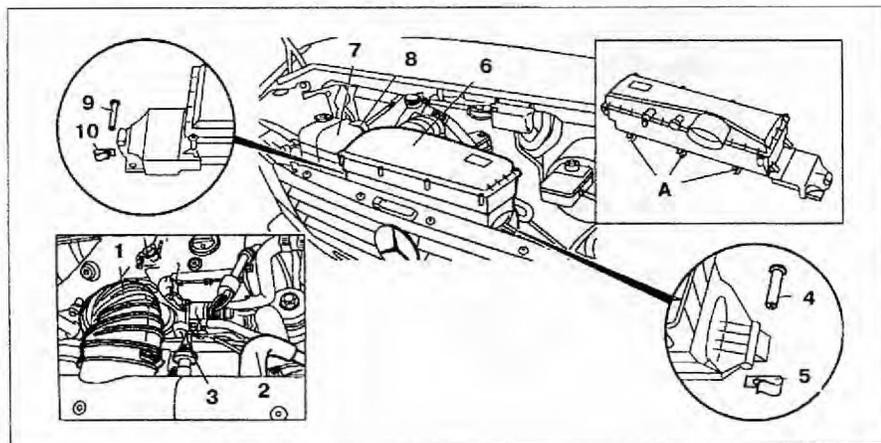

Рис. 2.2. Воздушный фильтр:
1. Отсоедините разъем проводки от датчика температуры входящего воздуха **3** (рис. 2.2).